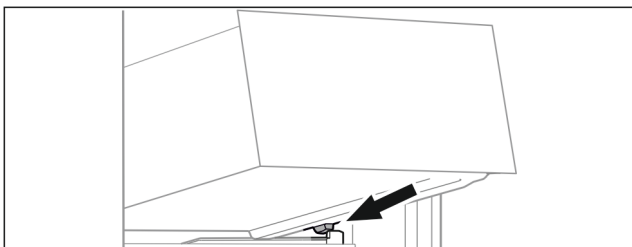

Fig. 85
- ▶ Встановити висувний ящик за стопорами на ребро для резервуару навскоси. (див. Fig. 85)